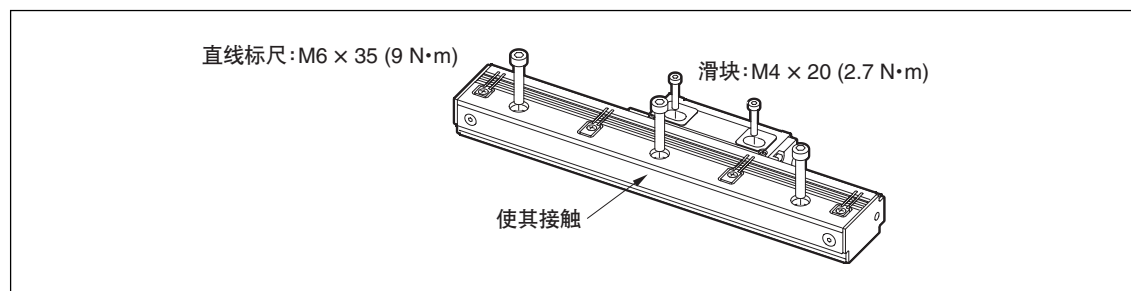

图2-4
- 请不要一次完全旋紧直线标尺器安装螺丝。首先轻轻旋紧，确定平行度后再按照规定的扭矩旋紧螺丝。（参见图2-4）